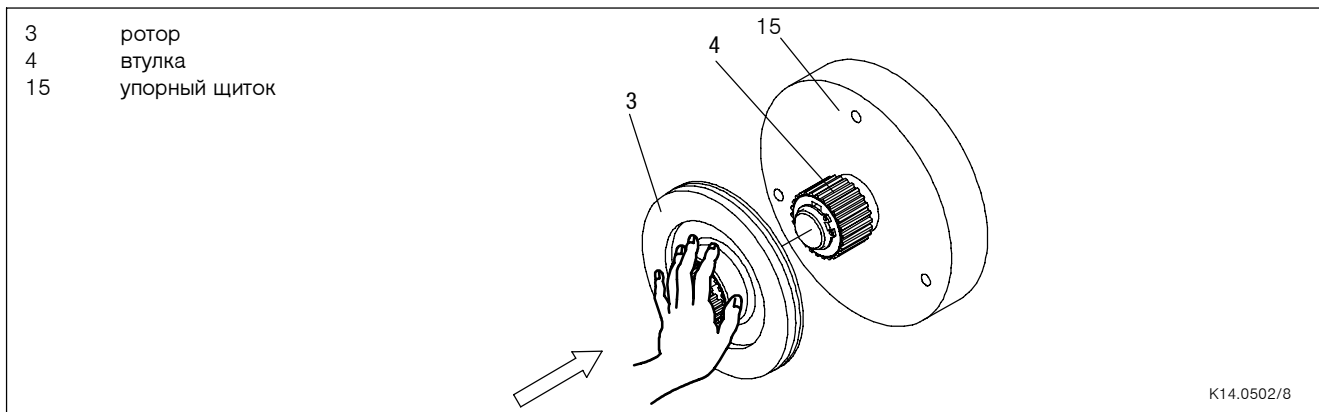

Рис. 6 Монтаж тормоза
1. Насадите ротор (3) на втулку (4) и проверьте, чтобы его можно было перемещать рукой (Рис. 6).